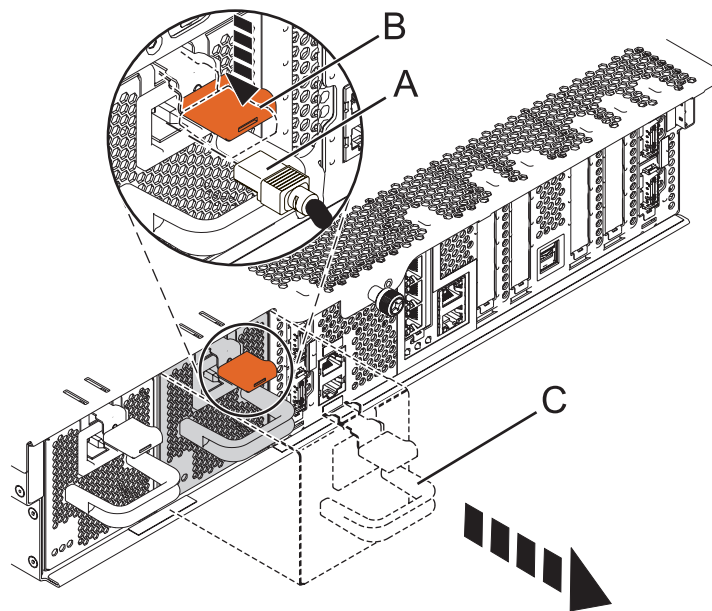

Figure 5. Retrait de l'alimentation électrique d'un modèle monté en armoire
7. Débranchez le câble d'alimentation (A) avant de l'alimentation électrique comme indiqué à la figure 5, à la page 7.